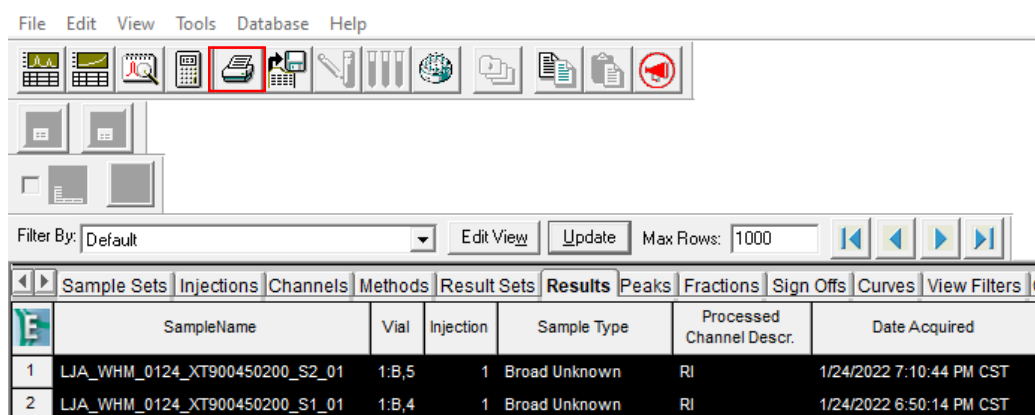

图6-66
(3) Injections/Channels子项目栏, 选中样品行, 右键-View As-Results; 在Results列, 选中要查看的样品行, 右键-Review。
Step 1: 在Results栏选中要导出的样品, 点击图6-66预览快捷图标。